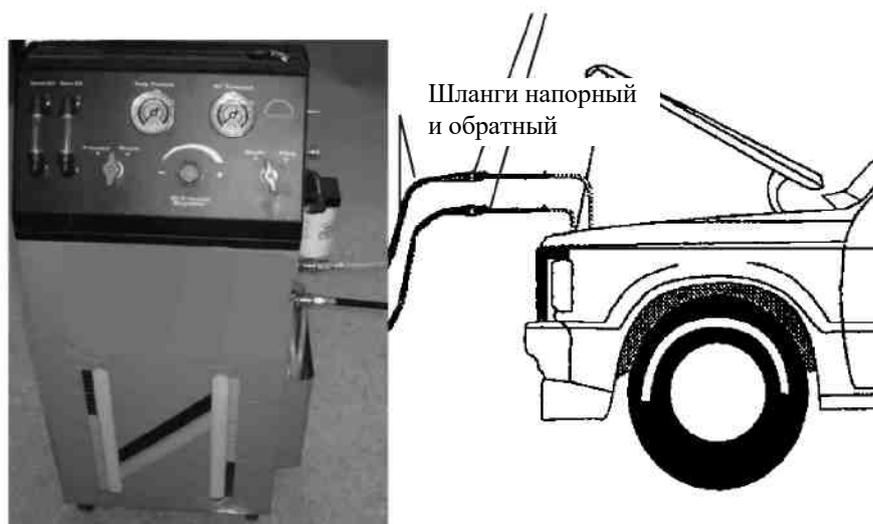

Рисунок 5
- Подключите красный шланг (напорный) и черный шланг (обратный) к соответствующим быстроразъемным соединениям установки. См. рисунок 5. При проведении соединений нет необходимости учитывать направление потока. Установка определит направление потока в автомобиле и направит поток отработанной жидкости из автомобиля в емкость для отработанной жидкости, а новую жидкость – из емкости свежей жидкости в трансмиссию. После подключения красного и черного шлангов система должна иметь вид, соответствующий рисунку 5.